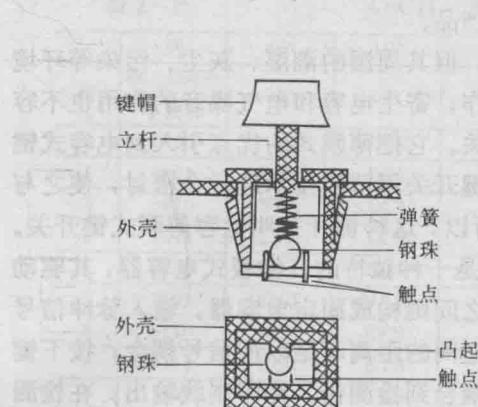

图 2-5 弹簧钢珠键开关
(1) 弹簧钢珠式 弹簧钢珠式键开关的结构如图 2-5 所示。它由键帽、外壳、立杆、内框、弹簧、钢珠和两个触点组成。其中键帽、外壳、立杆、内框都是由塑料制成的。键的底部有两个触点，和电路板上的电路焊接在一起，平时两触点没有接触，相当于断路。